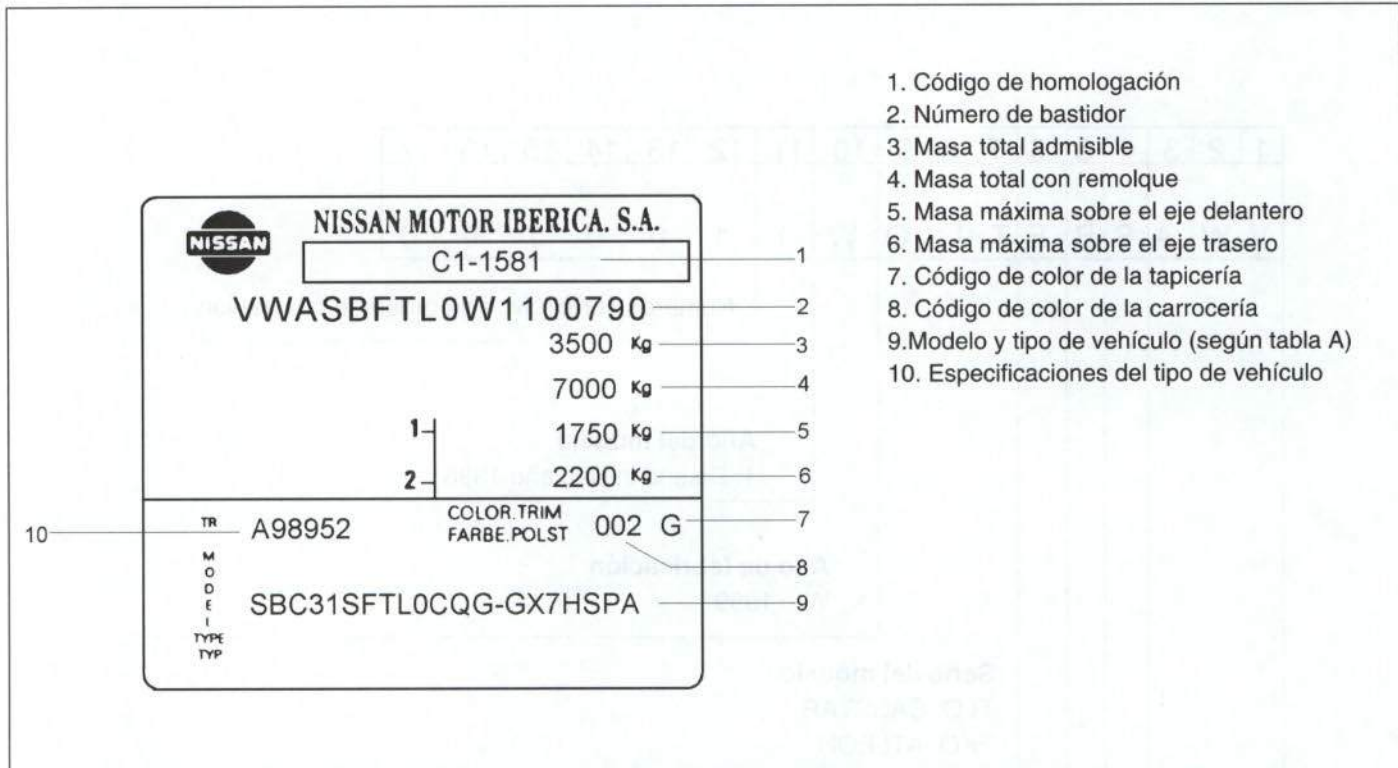

Figura 2.- Placa del constructor
• La placa del constructor va remachada en el pilar trasero derecho de la cabina. En la figura 2, se